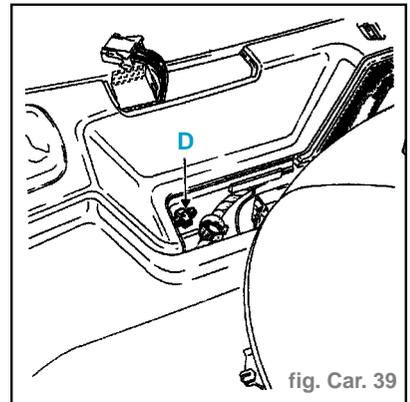

fig. Car. 39
- Desserrer la vis centrale (D) de fixation de frein à main (fig. Car. 39)